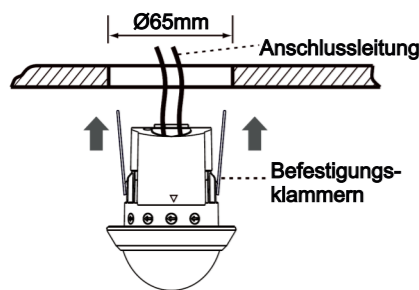

Bild 9
3.4.4 Schieben Sie die beiden Klammern nach oben und führen Sie den Melder in das gebohrte Loch in der Decke. (Siehe Bild 9)